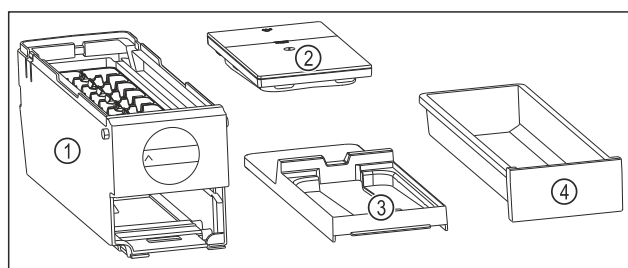

Fig. 132 Dele af EasyTwist-Ice
- ▷ EasyTwist-Ice er adskilt i fire dele. (se Fig. 132)
- ▶ EasyTwist-Ice må kun adskilles i de afbildede dele. (se Fig. 132)
- ▶ Rengør EasyTwist-Ice-legemet Fig. 132 (1) som en helhed.